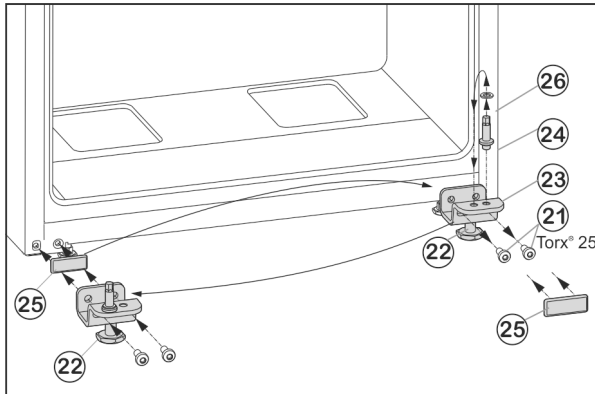

Fig. 9
- ▶ Открутите крепежные винты Fig. 9 (21).
- ▶ Снимите нижний опорный кронштейн Fig. 9 (23) вместе с опорным пальцем Fig. 9 (24), шайбой Fig. 9 (26) и регулируемой опорой Fig. 9 (22).
- ▶ Открутите опорный палец Fig. 9 (24) вместе с шайбой Fig. 9 (26) и, переставив в отверстие на противоположной стороне опорного кронштейна, снова прикрутите.
- ▶ Аккуратно снимите защитную пластину Fig. 9 (25) и переставьте ее на противоположную сторону.
- ▶ Прикрутите нижний опорный кронштейн Fig. 9 (23) вместе с опорным пальцем Fig. 9 (24), шайбой Fig. 9 (26) и регулируемой опорой Fig. 9 (22) с новой стороны шарнира **(с моментом 4 Нм)**, при необходимости используйте аккумуляторный шурупверт.
- ▶ Установите дверь сверху на опорный палец Fig. 9 (24).
- ▶ Выверните регулирующую опору Fig. 9 (22) на нижнем опорном кронштейне Fig. 9 (23) до ее соприкосновения с полом.